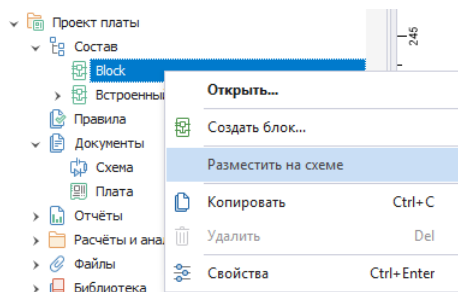

Рис. 277 Выбор блока в дереве проектов
1. Открыть узел «Состав» в дереве проектов, выбрать нужный блок и выбрать пункт «Разместить на схеме» в контекстном меню, см. Рис. 277.